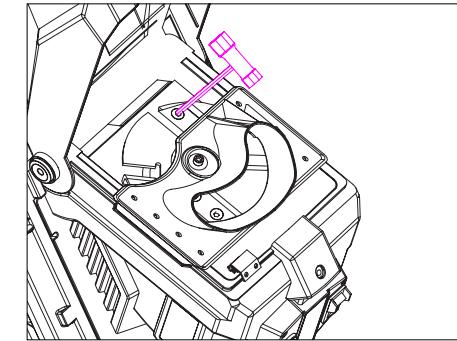

Fig. 11
- Tournez la lame de 180° et utilisez la clé hexagonale pour desserrer et retirer l'autre vis à six pans creux (fig. 11).